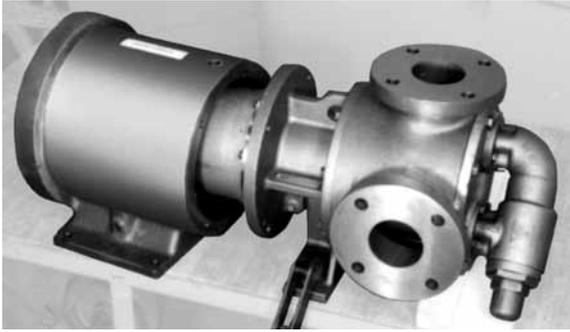

图11
4. 为方便拆卸、可按图中所示在泵壳底部垫块木头或固定水泵底座、因为单独的水泵无法在底座上保持平衡。见图11。取下将泵固定在联轴器支架上的 0.50" 六角螺钉（4颗）。轻轻分开支架后、由于内磁部件的作用、会有向一侧移动的趋势。将联轴器支架完全取下。